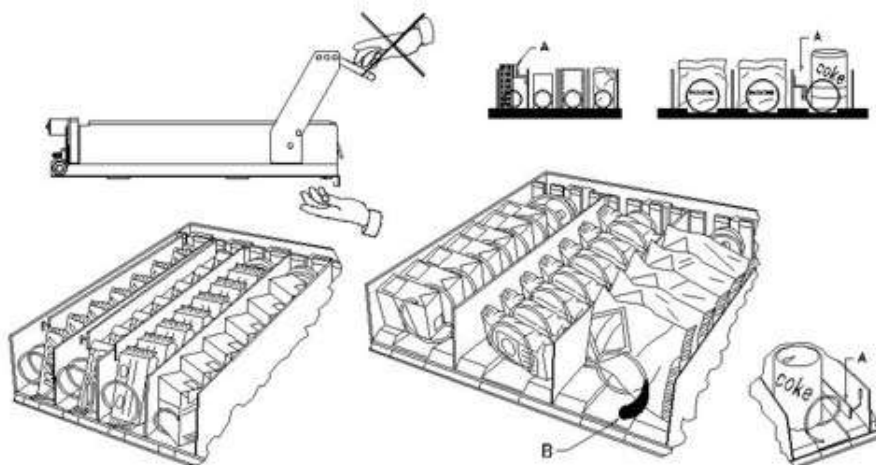

fig. 3
8.2 DISTANZIATORI PER PRODOTTI SUI CASSETTI (fig.3)
8.3 ESPULSORE PER PRODOTTI (fig.3)